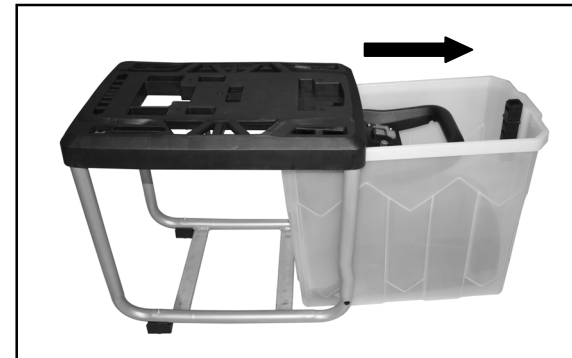

Abb. 4
2. Schieben Sie den Sammelbehälter aus dem Grundrahmen und nehmen Sie dann die Motoreinheit heraus (Abb. 4).